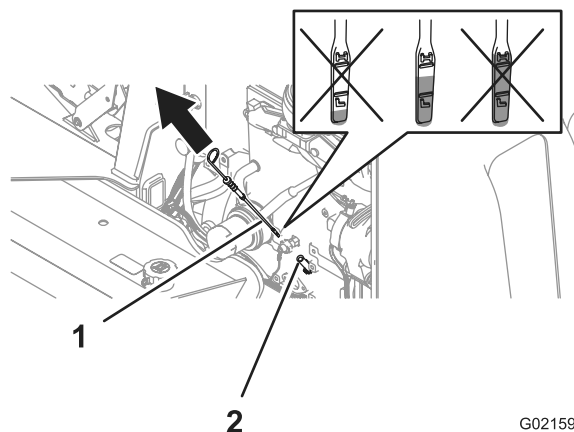

Figura 20
2. Togliete l'asta di livello (Figura 20) ed asciugatela e pulitela con un panno pulito. Figura 20
3. Inserite totalmente l'asta nel relativo tubo, quindi estraetela (Figura 20).